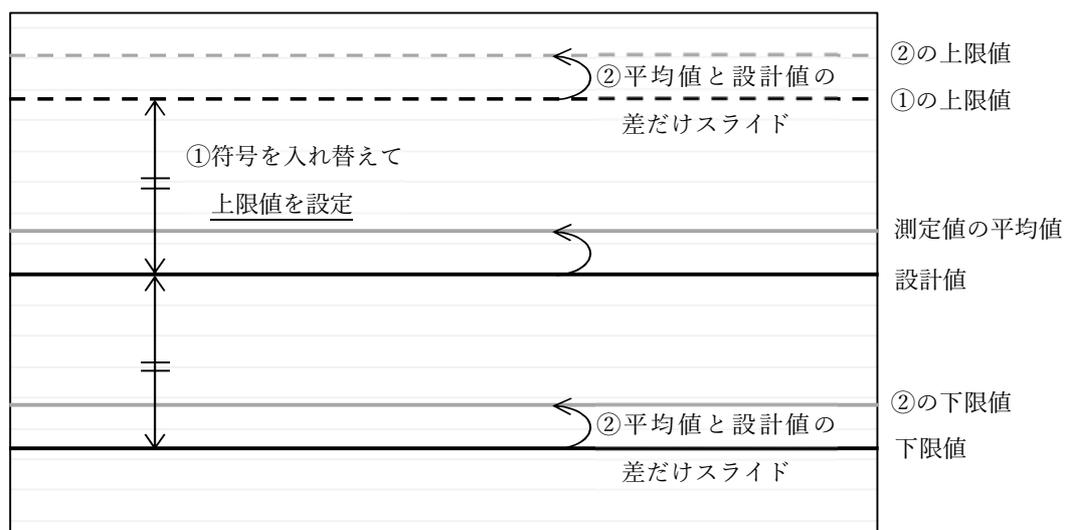

図2 規格値に上限値がない場合の評価方法の例
規格値に上限値がない場合は、下限値の符号を入れ替えて上限値を設定し、2. 1と同様に評価するものとする。(図2 ①)
なお、舗装工と塗装工の厚さを評価する場合において、測定値の平均値が設計値以上である場合には、平均値を基準とすることができるものとする。その際、上限値と下限値は、平均値と設計値の差だけスライドする。(図2 ②)